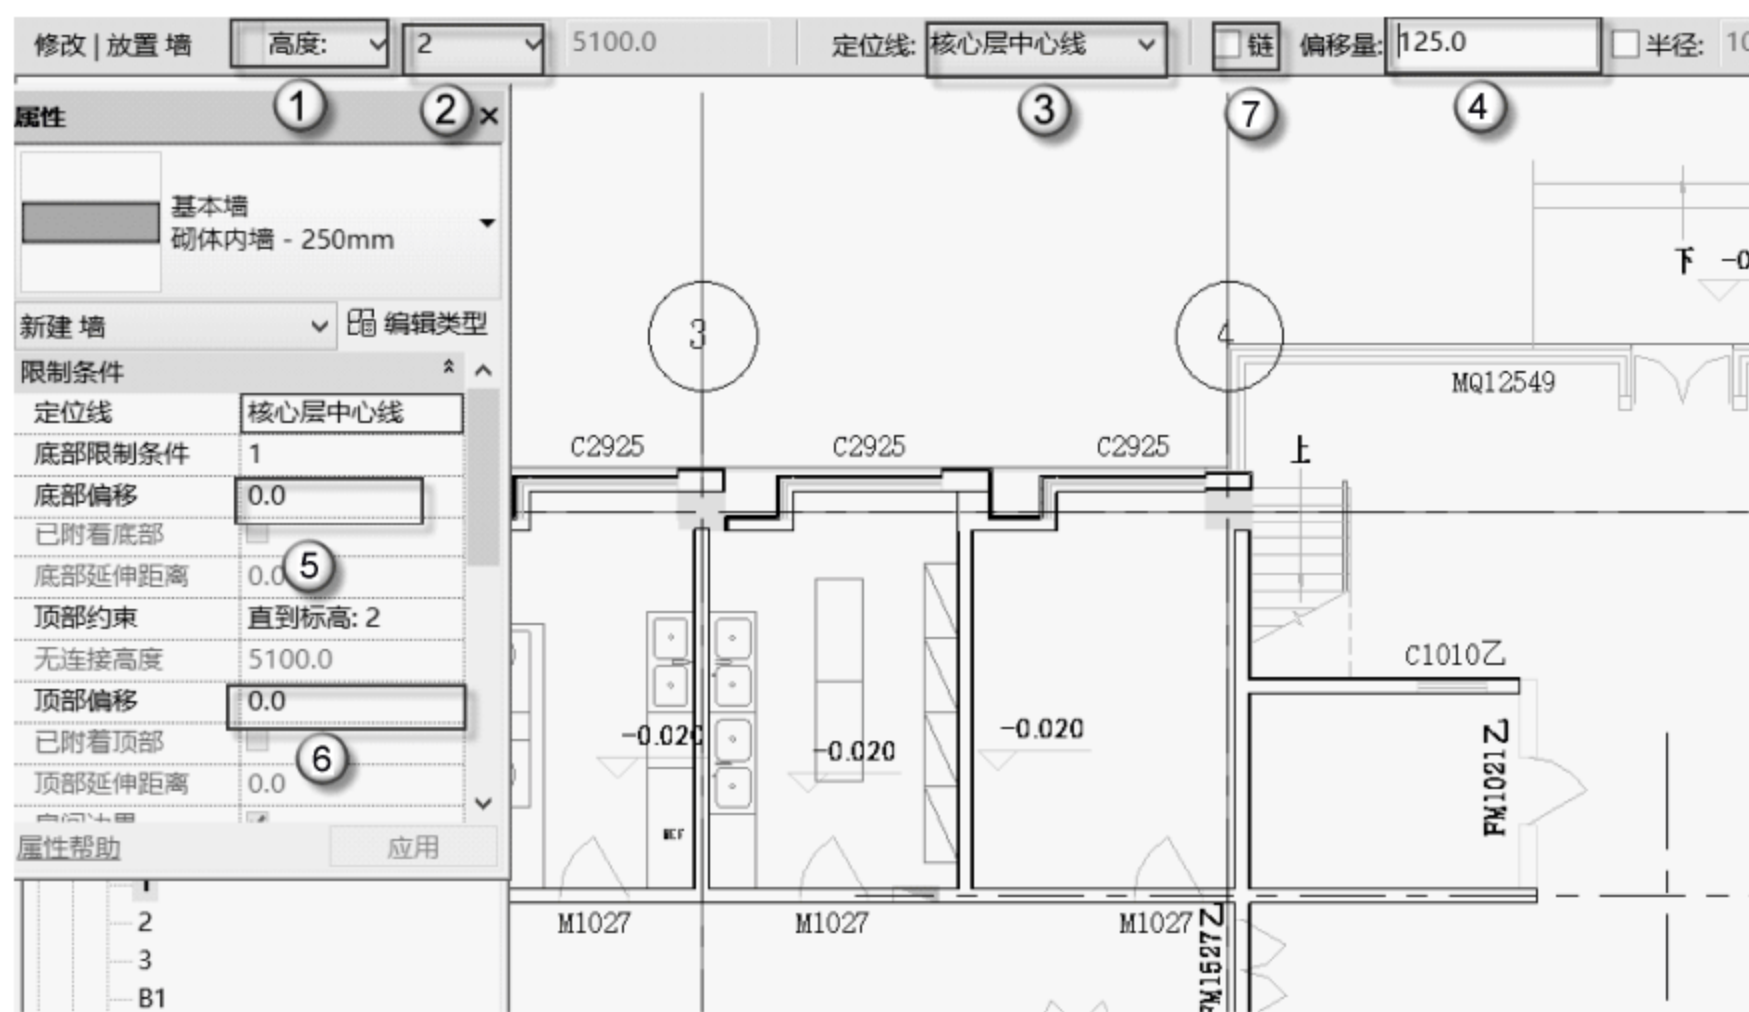
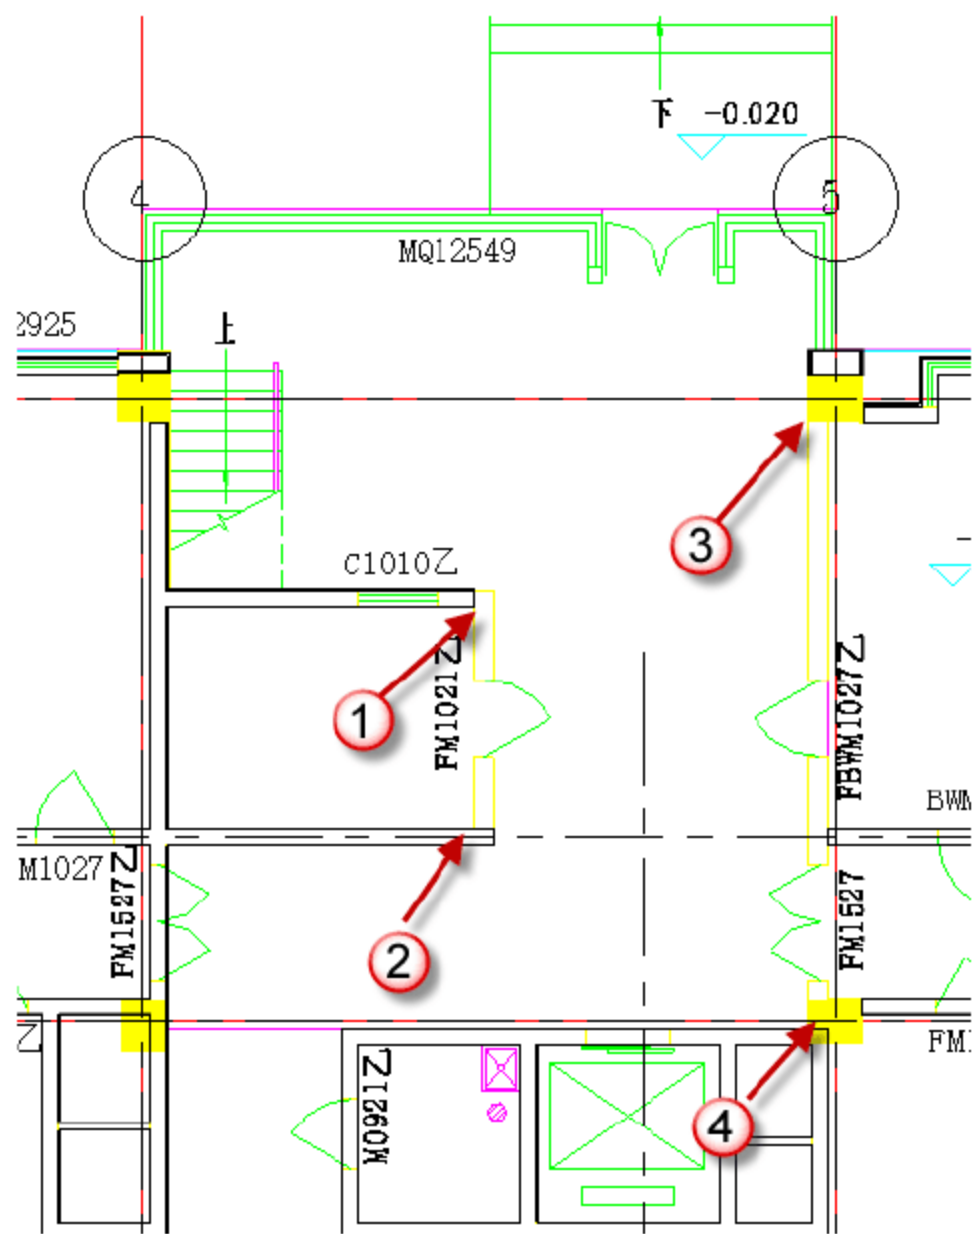
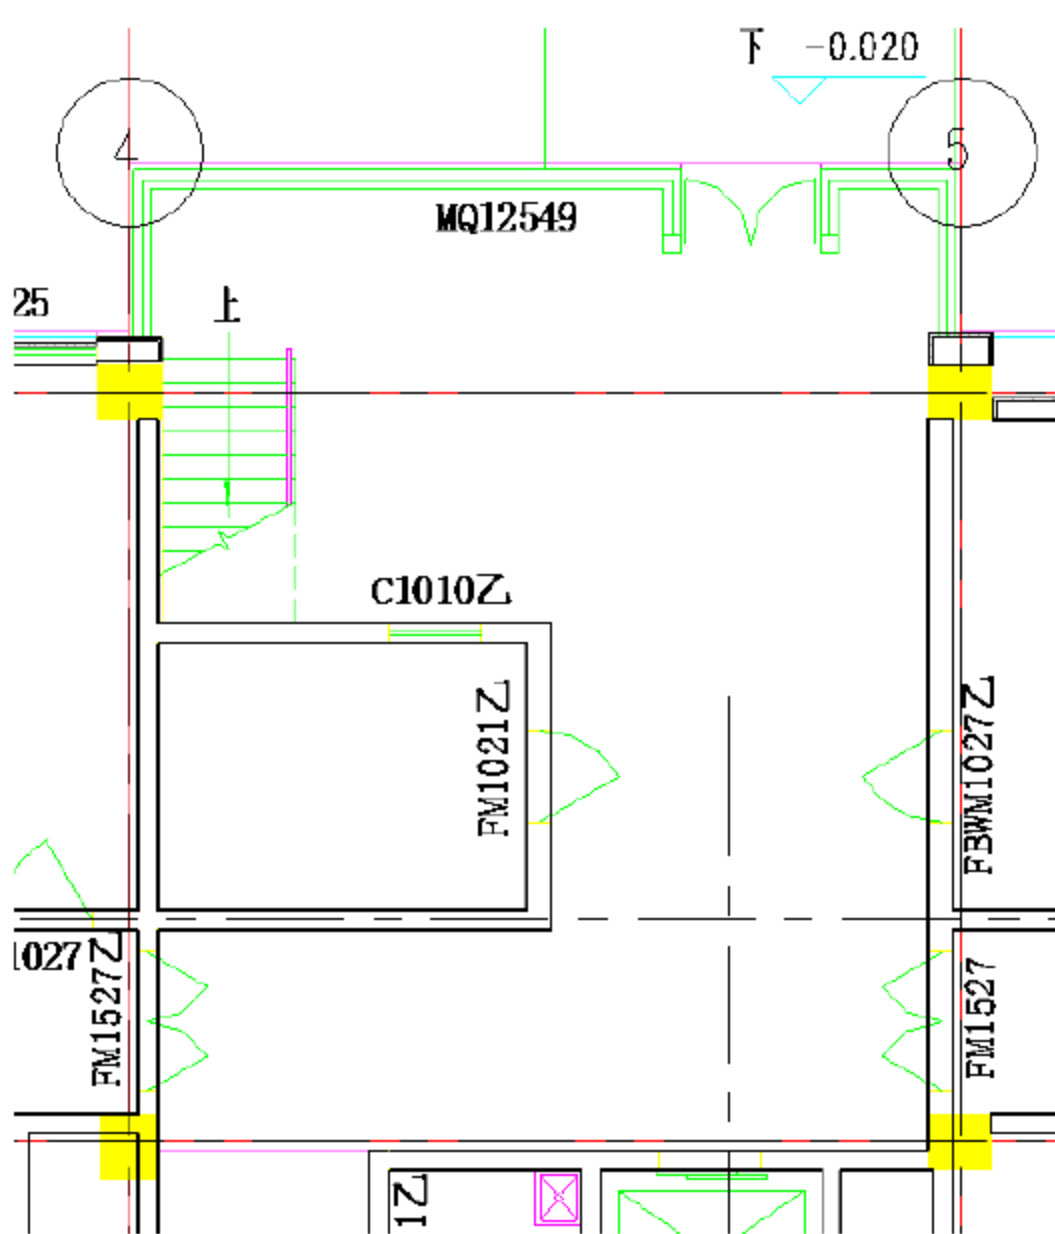

图 10.2.47 参数设置完成
图 10.2.48 250mm 内墙捕捉点位置图
图 10.2.49 完成 250mm 内墙部分
(1) 绘制 F 轴到 G 轴和 4 轴到 5 轴线之间的竖向内墙。将楼层平面置于一层，选择“建筑”→“墙”→“墙：建筑”命令，也可以直接按快捷键 W+A。选择“砌体内墙-250mm”墙族，将墙的绘制方式改为“直线”绘制方式，设置选项栏中的“高度”为“2”，设置“定位线”为“核心层中心线”，将“偏移量”改为“125mm”，“底部偏移”为“0”，“顶部偏移”也为“0”，最后取消“链”复选框的选择，如图 10.2.47 所示。参数设置完成后，依次捕捉图 10.2.48 所示位置，单击绘制墙体。绘制完成后按 Esc 键，可以退出外墙绘图界面，完成后的这部分内墙如图 10.2.49 所示。